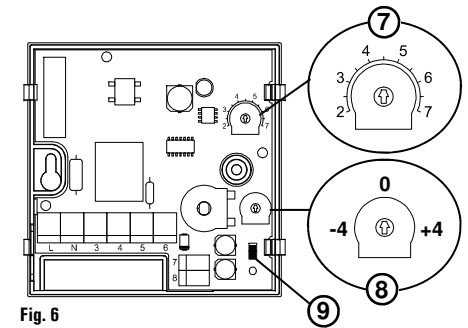
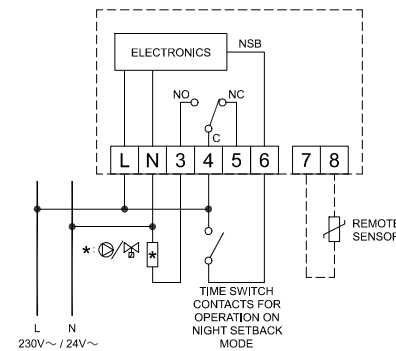
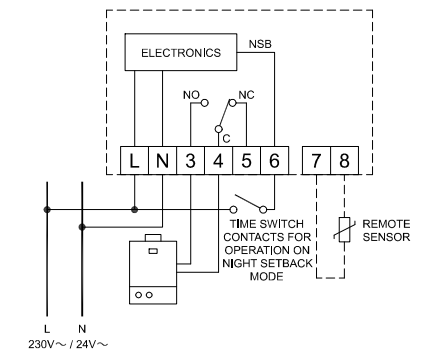

Fig. 6
Fig. 7
Fig. 8
4. Eseguire i collegamenti elettrici, facendo passare i fili tramite l'apertura rettangolare (8), seguendo lo schema di collegamento di Fig. 7 o Fig. 8.
Al morsetto 6 (Fig. 7 e 8) è possibile collegare un contatto esterno che consente di attivare la modalità di 'Riduzione Notturna' (Night Set Back). Questa modalità consente di ridurre la temperatura impostata con la manopola di un valore pari a quello impostato sul trimmer interno (7) di Fig. 6, nel range 2°C .. 7°C. Il termostato esce dalla fabbrica con il trimmer impostato su 4,5°C.
sensore interno. Nel caso in cui l'installazione preveda un montaggio con sonda a distanza, è necessario rimuovere il connettore jumper JP1 (9 di Fig. 6), e collegare una sonda di tipo NTC da 4700 Ohm a 25°C con adeguato valore per il parametro beta ai morsetti 7 e 8. In caso di dubbio sul tipo di sonda da collegare si prega di consultare il costruttore.
Tramite un trimmer interno (8 di Fig. 6), posto vicino al trimmer per la regolazione della temperatura ambiente, è possibile impostare il valore dell'offset sul sensore interno o sonda remota nel range -4°C .. +4°C.
4. Make the electrical connections, routing the wires through the rectangular opening (8) and following to the diagram of Fig. 7 or 8.